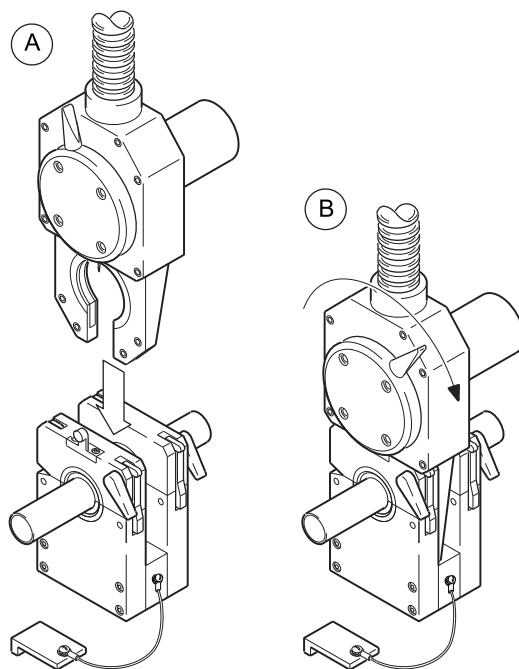

図20：ウェルド・ヘッドとフィクスチャー・ブロックを組み立てる
2. ウェルド・ヘッドをフィクスチャー・ブロックに差し込みます。図20(A)をご参照ください。
3. ロックング・レバーを時計回りにまわしてウェルド・ヘッドを固定します。図20(B)をご参照ください。